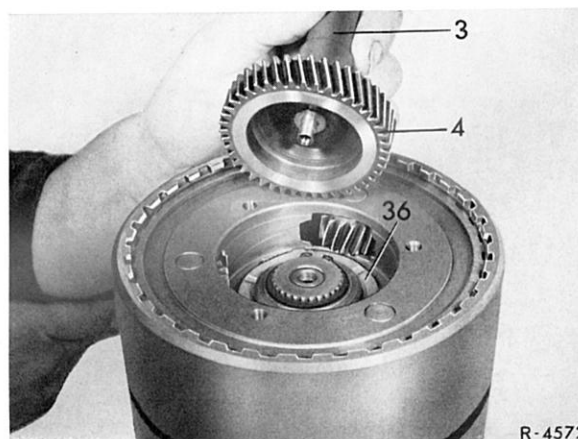

Bild 27-2/3
5 Antriebswelle (3) mit Sonnenrad (4) des vorderen Planetenradsatzes herausziehen (Bild 27-2/3).